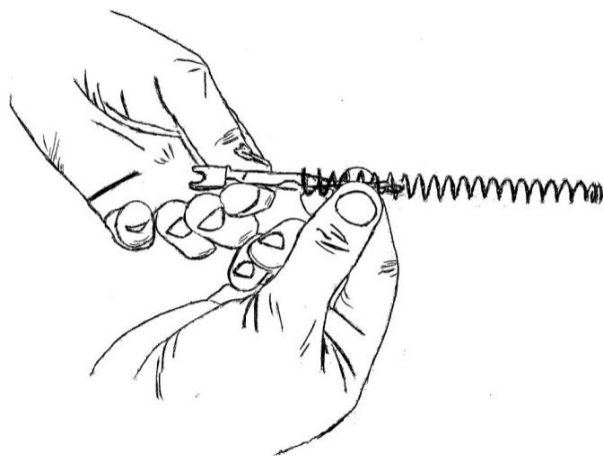

Рис. 53. Отделение возвратной пружины от штока
7. Отделить возвратную пружину от штока (*рис. 53*).